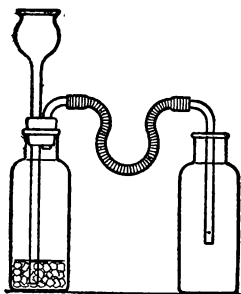

Рис. 89. Наполнение банки углекислым газом.
■ **Опыт 1.** Соберите приборчик, как на рис. 89. В приборчик поместите кусочки мрамора и прилейте разбавленной соляной кислоты.